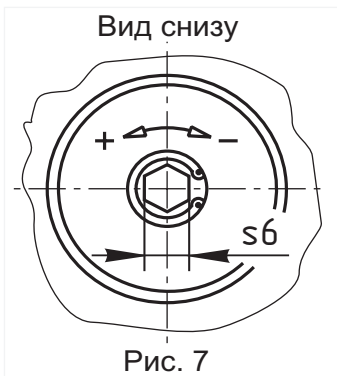

Рис. 7
4.5.5 При необходимости регулирования количества пропускаемого газа, используйте винт в нижней крышке (только для клапанов ВН...КП (фл.)). Поворачивая винт в сторону знака « - » можно уменьшить количество пропускаемого через клапан газа (рис. 7).